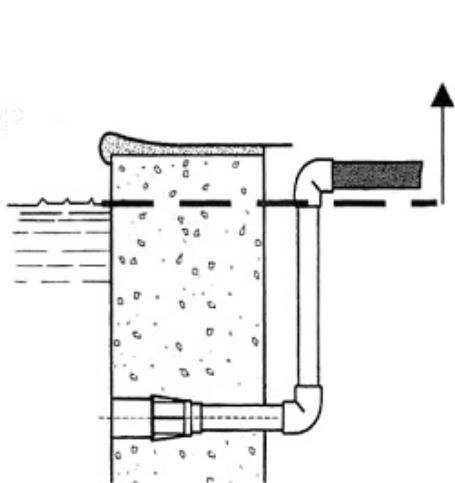

Рис. 3
2. Проходной канал в стенке бассейна должен быть продолжен кабельным каналом, проходящим выше максимального уровня воды в бассейне или в гидромассажной ванне (рис. 3)